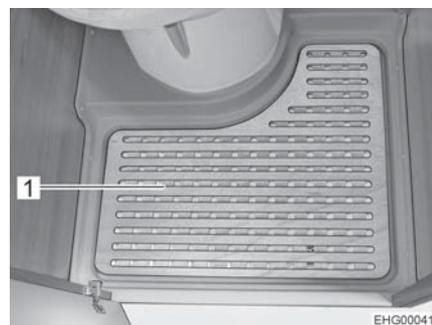

Fig. 100 Placa del fondo de quita y pon
- Quitar la placa del fondo de quita y pon (Fig. 100,1) para ducharse.